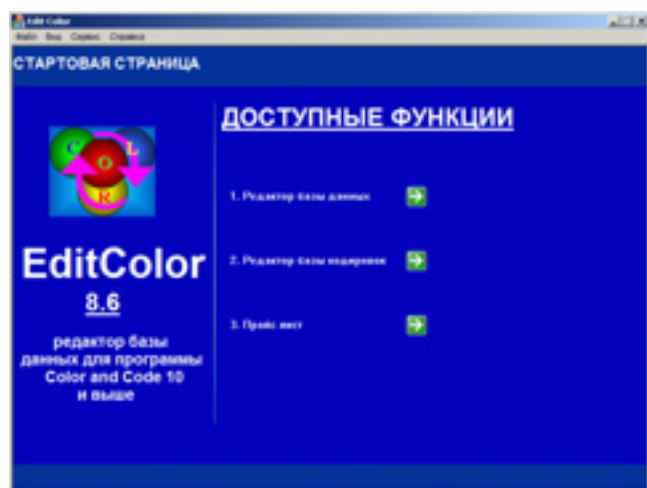
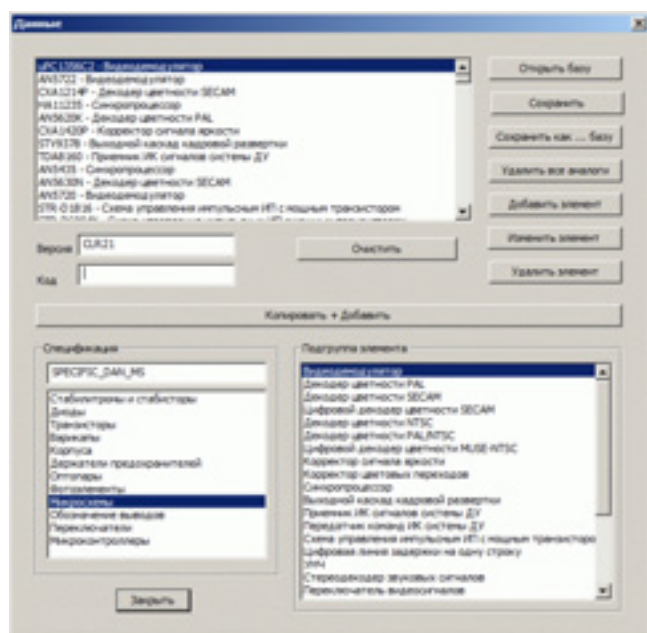

Рис. 1. Внешний вид редактора базы данных
Рис. 2. Внешний вид подмодуля “Редактор базы данных”
Программный комплекс проектировался так, чтобы сделать его максимально открытым и минимизировать зависимость от разработчиков. С этой целью программный комплекс дополняется отдельным программным продуктом – редактором базы данных “EditColor” (рис. 1).
- Редактор базы данных (рис. 2);
Запускаем редактор базы данных "EditColor" (рис. 1) и выбираем подмодуль "Редактор базы данных" (рис. 2). Нажимаем "Открыть базу" и в появившемся окне выбираем базу данных (рис. 4) из пункта два, таблицы 1. Все базы данных программного комплекса хранятся в подпапке "\Base\".